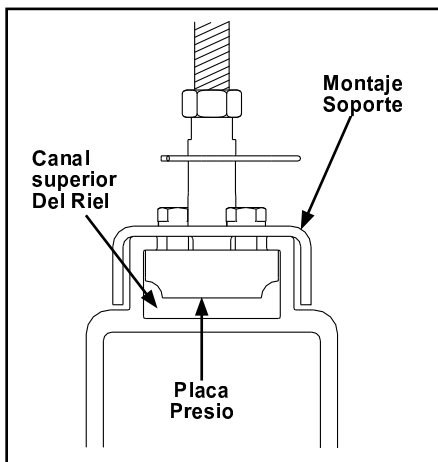

Figura 3-39
- Paso 1. Remueva tornillos pasados. Deslice soporte de montaje de riel sobre canal de soportes y placa de presión dentro de canal de soportes arriba del Riel. Posicione en base a diseño. Vea Figura 3-39.